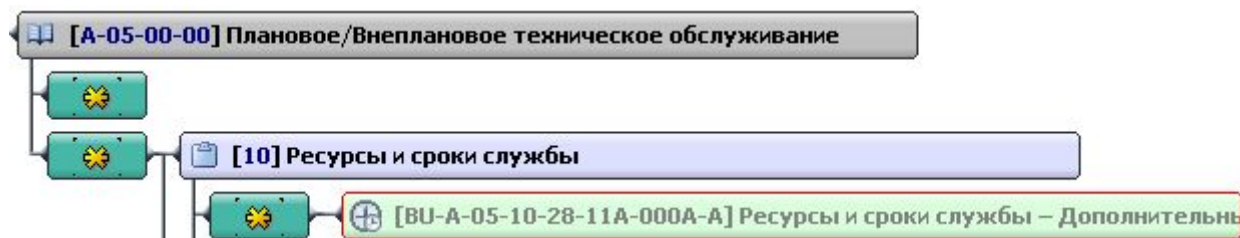

Рис. 7.2
4. Дайте модулю данных название «Ресурсы и сроки службы – Дополнительные топливные баки 8АТ-6116-100», введите код (Рис. 7.2). Кодирование МД этого типа описано в подразделе «Информационный набор «Планирование технического обслуживания»» раздела 1.6.3.